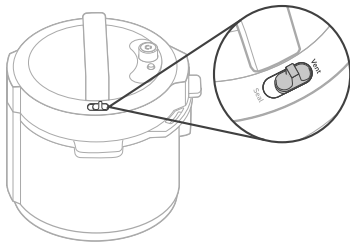

Figure 1.2
- Lorsque vous cuisinez avec une fonction de cuisson sans pression, placez toujours le commutateur d'évacuation de la vapeur en position « **Vent** ». **[Figure 1.2]**